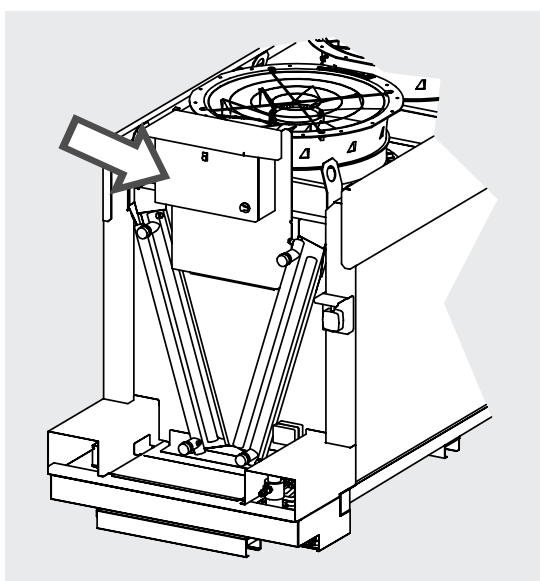

Figura 12
- 8.1 Para obtener informaciones detalladas, consulte el esquema del cuadro eléctrico y los demás esquemas suministrados con el modelo. Véase la Figura 12.